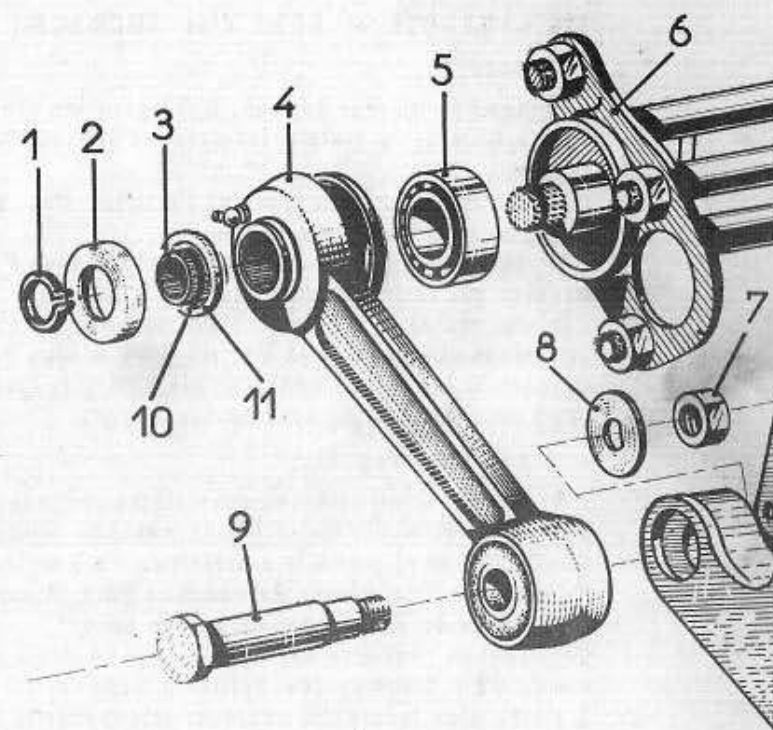

Fig. 32
325 → DEPOSE et POSE ou REMPLACEMENT du ROULEMENT du BRAS de SUSPENSION (Fig. 32)
326 - DEPOSE et POSE d'un ANCRAGE (Fig. 32 - 33)
- 4) Déposer les deux écrous (12) de fixation de l'ancrage sur traverse arrière, les deux vis (14) et les deux écrous (15) de fixation du support de tampon de choc sur ancrage. Dégager l'ensemble, ancrage, barres de torsion, bras de suspension.
- A l'établi (Fig. 32)
- 5) L'ensemble étant maintenu dans l'étau, déposer le circlips (1), le protecteur du manchon (2) et le manchon intermédiaire (3). Le segment (10) et la rondelle entretoise (11) restent sur le manchon. **Pour faciliter la dépose du manchon (3), il est recommandé d'actionner le bras de suspension de bas en haut.** Le manchon peut être avantageusement extrait avec l'appareil Wilmonda DET. Dans ce cas, retirer le segment (10).
- 6) A l'aide d'un tournevis, soulever et déposer le bras de suspension (4). A l'aide de deux pieds de biche, dégager la cage extérieure du roulement (5). Avec les mêmes pieds de biche, dégager la cage intérieure.
<p>- Pose - (Fig. 32 et 33)</p> <p>- A l'établi :</p> <p>8) Remonter les barres de torsion sur l'ancrage.</p> <p>9) Graisser, puis remonter la cage extérieure du roulement à aiguilles Nadella sur le bras de suspension, la cage intérieure sur l'ancrage. Présenter l'ensemble ancrage et barres de torsion sur la traverse arrière. Placer les deux vis de fixation avec le frein double, les rondelles Grower (13) et les deux écrous (12), ne pas bloquer.</p> <p>10) Monter les deux vis (14), les deux rondelles plates, les deux rondelles Grower et les deux écrous (15), bloquer le tampon de choc sur l'ancrage à $6 \pm 0,5$ m/kg et l'ancrage sur la traverse arrière à 11 ± 1 m/kg.</p> <p>Présenter le bras de suspension (4) sur la cage intérieure du roulement, ne pas monter le manchon intermédiaire (3 - Fig. 32).</p> <p>11) Engager l'axe (9) dans le support de l'essieu et dans le bras de suspension. S'assurer que les deux cônes d'expansion sont bien en place. Poser le frein, l'écrou, bloquer et freiner.</p> <p>12) Positionner le manchon (3) afin de régler la hauteur de caisse (voir MR 329). Poser le protecteur du manchon (2) et le circlips (1).</p> <p>13) Poser l'ensemble support de roulements, moyeu et plateau de freins, monter les quatre écrous de fixation, bloquer à $2,8 \pm 0,3$ m/kg.</p> <p>14) Accoupler l'amortisseur sur le support. Poser l'ensemble tambour et roue, remonter les cinq vis et serrer. Mettre la voiture au sol. Bloquer les vis de fixation du tambour à 10 ± 1 m/kg. Poser l'enjoliveur de roue.</p> <p>2,11 ← Temps total - MR réf. tm-326-3</p> <p>- Suppléments possibles -</p> <p>0,08 15) Remplacement du caoutchouc du bras de suspension (MR 324).</p> <p>0,55 16) Révision du moyeu (MR 323).</p> <p>0,36 17) Réglage de la hauteur de caisse (un côté) (MR 329).</p>	<p>marteau</p> <p>dyn. avec embout de 17 et 21</p> <p>plate de 29</p> <p>pince</p> <p>dyn. avec embout de 14</p> <p>dyn. avec embout de 21</p> <p>vilebrequin</p>